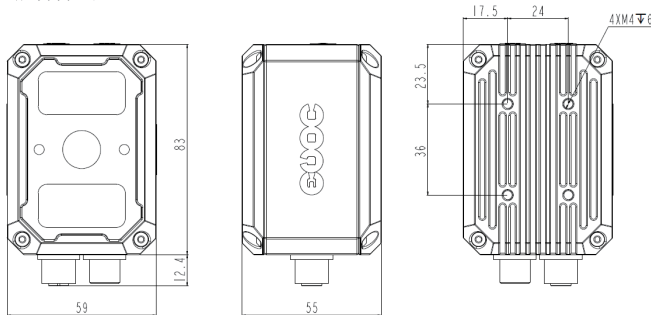

图 2-1 R-6000 安装方式
1. 将设备使用 M4x6 不锈钢 304 螺丝安装到固定支架上，再通过固定支架安装到其他机构件上，如图 2-1。